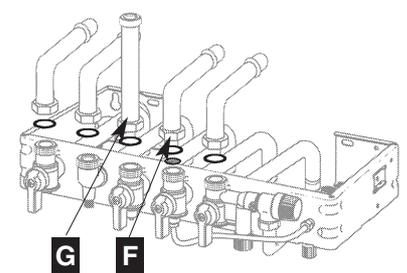

Fig. 11
- mettre en place les différents joints, **G (caoutchouc)** sur le gaz, plus le **filtre eau F** sur l'eau froide, et serrer les raccords des tubes de liaison en commençant par le tube gaz (fig. 11)